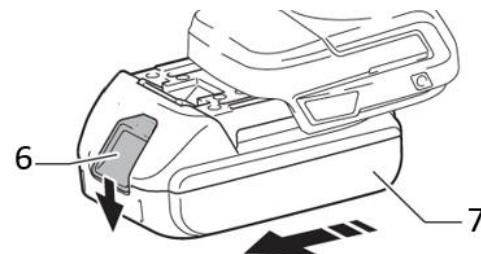

Рисунок 2.1.1. Установка и снятие аккумуляторного блока.
1. Для снятия аккумуляторного блока «7» нажмите кнопку «6» (рисунок 2.1.1.) извлеките блок.